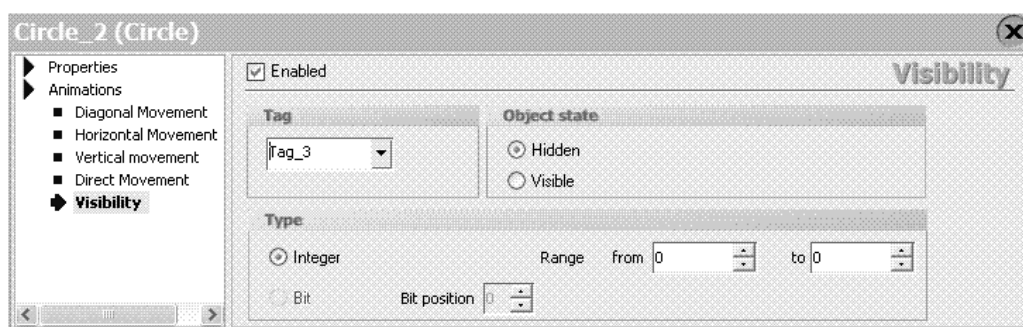

Рис. 3.30. Настройка управления индикатором
- выбрать Animations → Visibility и установить заранее подготовленный тег (рис. 3.30), например, с адресом Q5.7. Поставить галочку (точку) в позиции «Hidden».